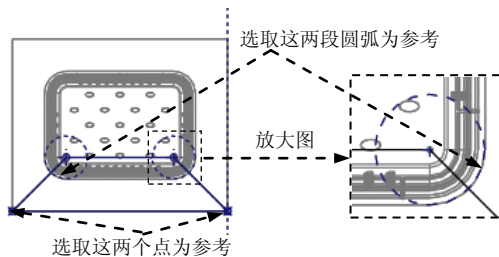
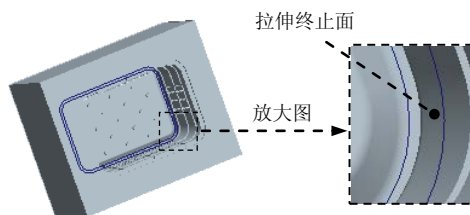
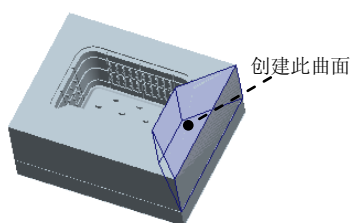

图 16.17 截面草图
图 16.18 定义拉伸终止面
图 16.19 创建拉伸曲面 2
(3) 进入草绘环境后，选取图 16.17 所示的点和圆弧边线为草绘参考，然后绘制截面草图，如图 16.17 所示。完成特征截面的绘制后，单击“草绘”操控板中的“确定”按钮 .
(4) 设置深度选项。
① 在操控板中选取深度类型  (到选定的)。
② 将模型调整到图 16.18 所示的视图方位,使用“从列表选取”的方法,在“从列表选取”对话框中选择 **曲面.F9 (参照零件切除)** 元素,如图 16.18 所示。
③ 在操控板中单击 **选项** 按钮,在“选项”界面中选中 ☒ **封闭端** 复选框。
(5) 在“拉伸”操控板中单击 ☒ 按钮,完成特征的创建。
Step5. 参考 Step4 创建图 16.19 所示的拉伸曲面 2。